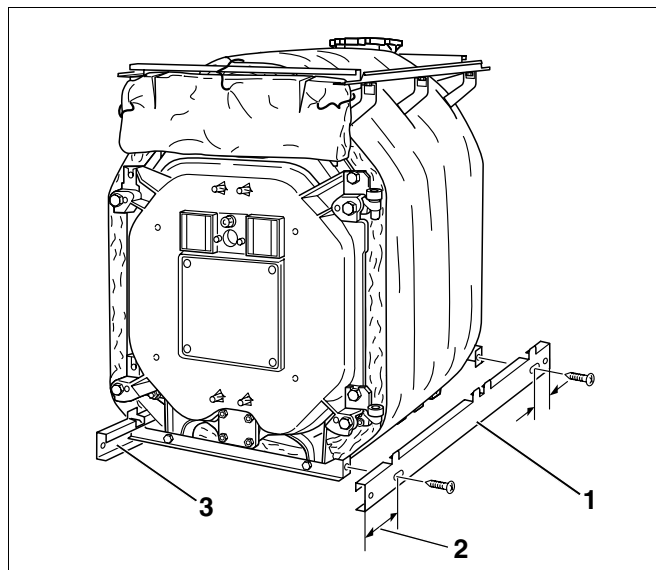

Рис. 47 Установка боковых цокольных планок
- Приставить цокольные планки (рис. 47, **поз. 1 и 3**) к нижней поперечной траверсе так, чтобы их длинная выступающая часть была направлена вперед (рис. 47, **поз. 2**).